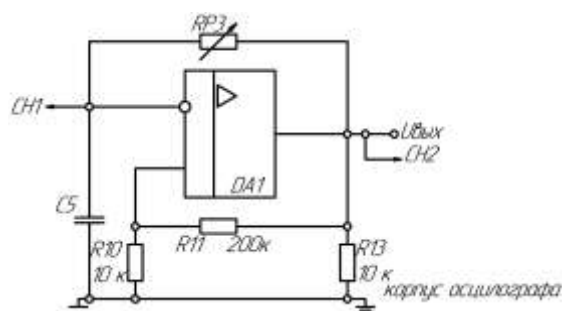

Рисунок 27 – Схема мультивибратора
- 1) Собрать схему мультивибратора (рис. 27), установить заданные преподавателем значения емкости конденсатора (C5 или C6) и сопротивления резистора RP3 (от 10кОм);